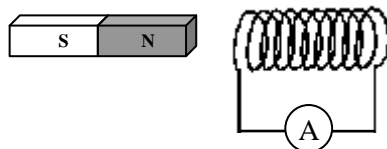

Figure 11. 3: *Production et mesure de tensions induites*
- Réaliser le montage de la Figure 11. 4.